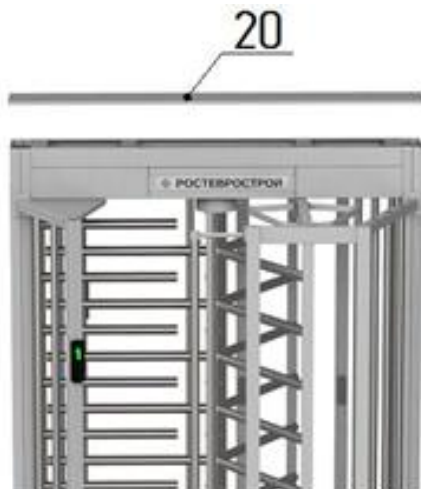

Рис. 8
Режим калибровки. Режим предназначен для запоминания «исходного положения» лопастей. Это может потребоваться, например, при замене модуле ВМ v.3 и/или датчика углового положения лопастей. Для перевода турникета в режим калибровки необходимо снять крышку привода и нажать кнопку включения режима калибровки (кнопка расположена см. рис. 8).
6.2.5. Окончательная сборка (рис.8, 9):